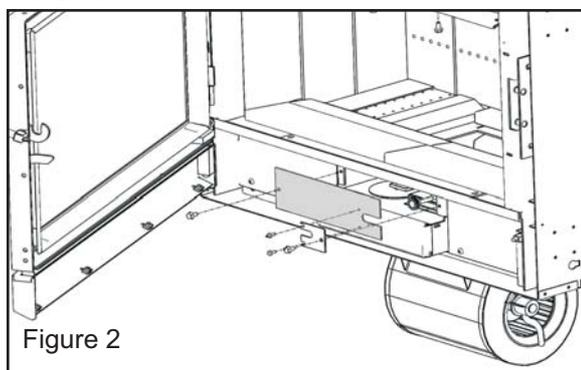

Figure 2
- Prévoyez le raccordement de la prise d'air extérieur: **utilisez un des deux orifices prévus et laissez l'autre fermé. Pour l'OPTI et l'IF: Si vous n'utilisez pas de prise d'air extérieur, laissez ces deux orifices fermés et dégagez la prise d'air située à l'avant de l'appareil (fig.2).**